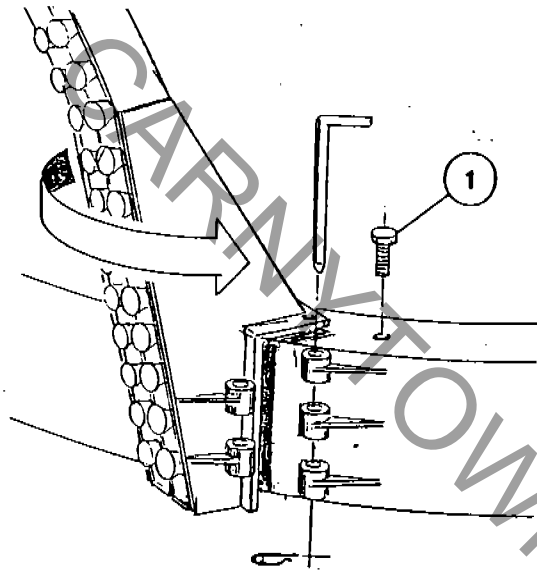

Fig. 3
- Swing the arms to normal operating position and lock them by means of the pin and the two upper screws (Fig. 3).
- Ruotare i bracci in posizione normale di lavoro e bloccarli con l'apposita spina e le due viti superiori (Fig. 3).